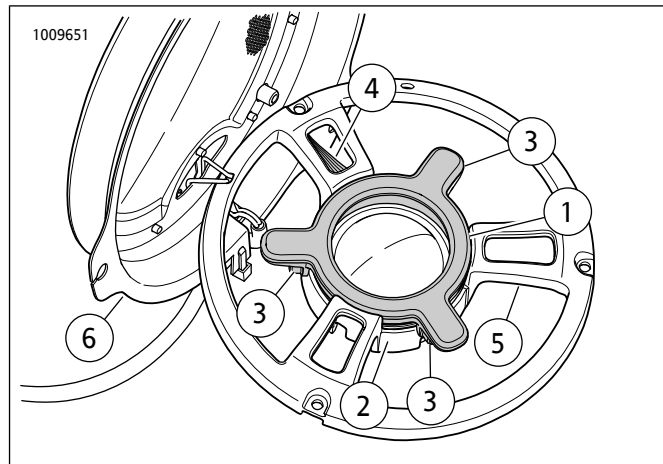

图4。扬声器格栅、高音扬声器桥接和LED灯
7. 参见图 4。将高音扬声器桥接(5)组装至扬声器格栅(6)。使用之前拆下的五金件。